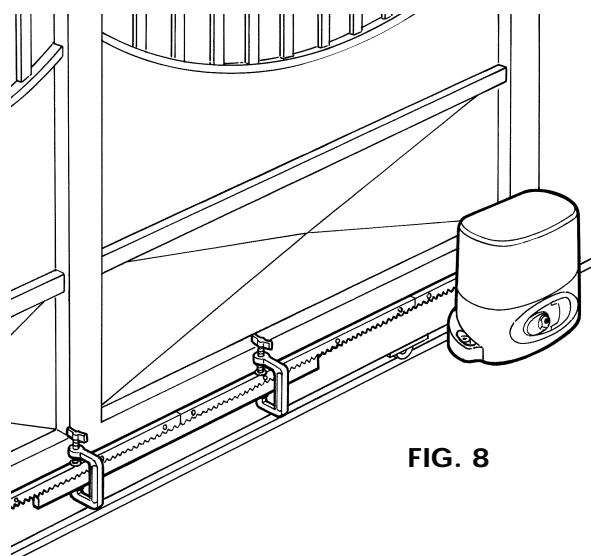

FIG. 8
Per un corretto posizionamento degli altri elementi è necessario utilizzare un elemento che funzioni da contro cremagliera (Fig. 8).
For correct positioning of the other elements, a counter-rack element must be used (Fig. 8).
Pour un positionnement correct des autres éléments, il est important d'utiliser un élément faisant fonction de contre-crémaillère (Fig. 8).
*Für eine korrekte Ausrichtung der übrigen Elemente ist es wichtig, ein Element zu wählen, daß von der Mitte der Zahnstange arbeitet (Abbildung 8).*
Para colocar correctamente los demás elementos es importante utilizar un elemento que sirva de contra-cremallera (Fig. 8).